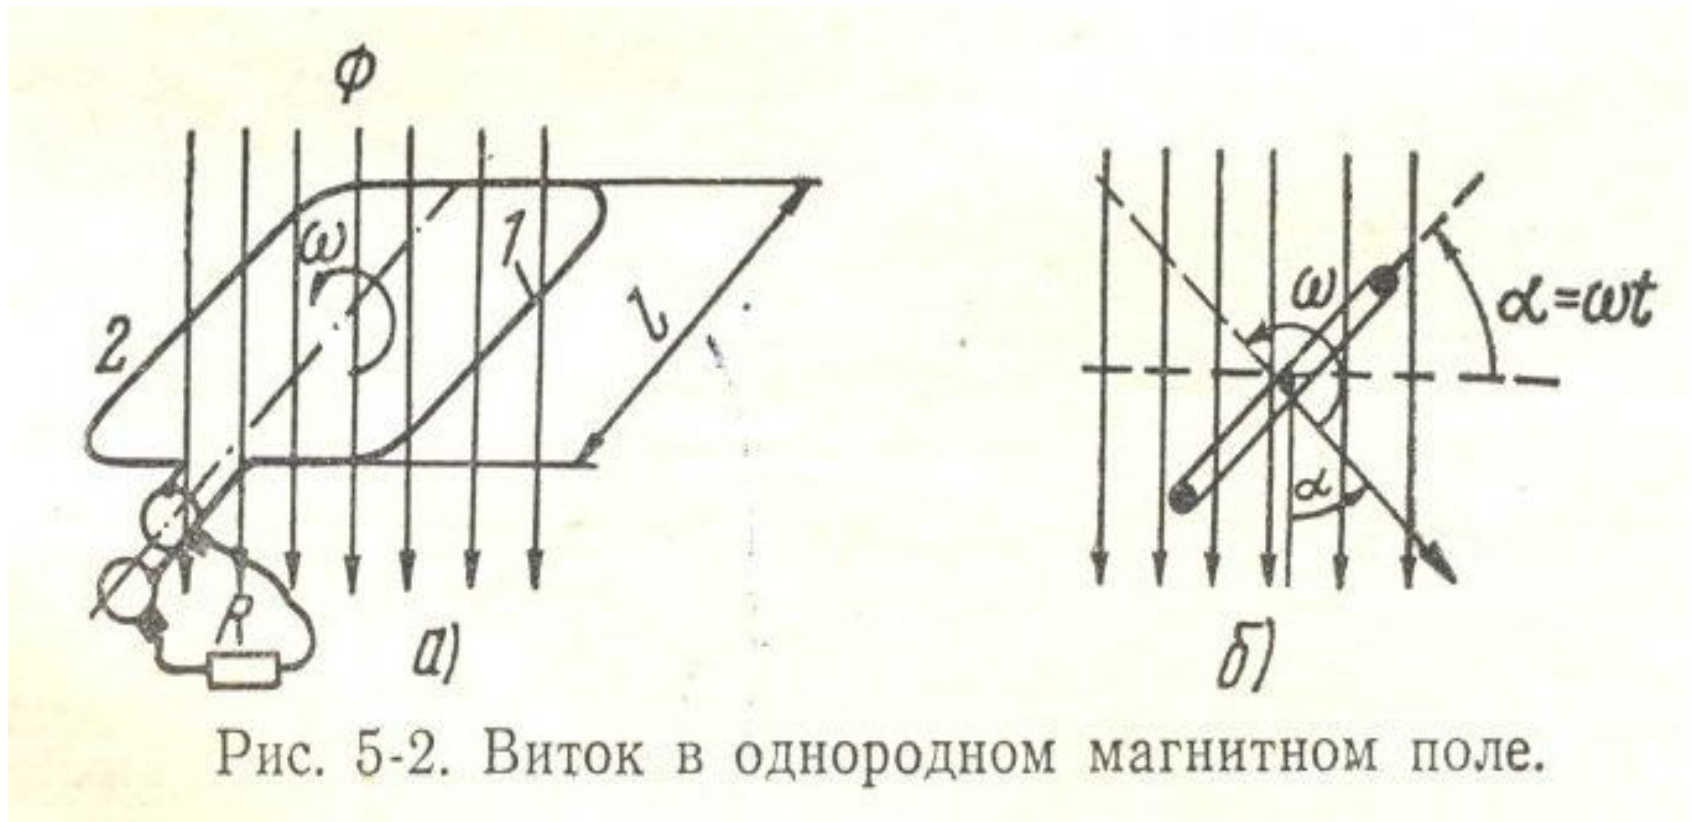

Рис. 5-2. Виток в однородном магнитном поле.
- Положительную начальную фазу откладывают влево от начала координат (см. ток i_1 на рис. 5.2). отрицательную – вправо